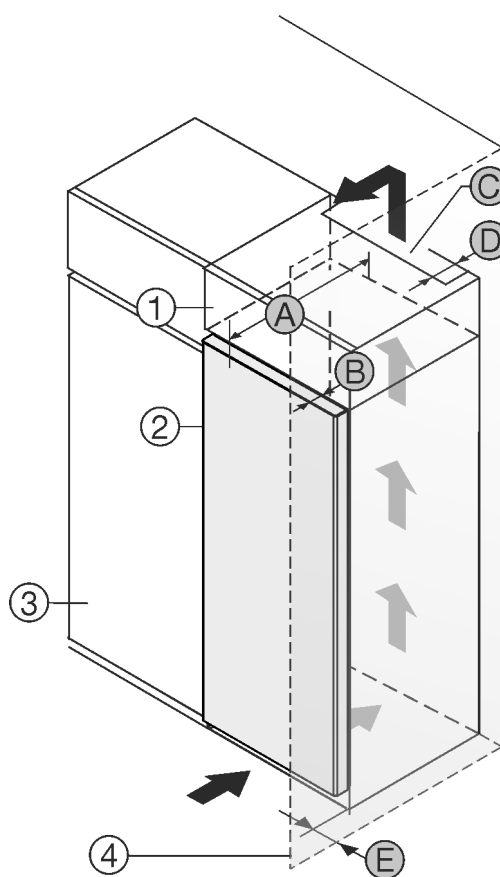

Fig. 1
- (1) Armadietto sovrapponibile\*
- (2) Apparecchiatura\*
- (3) Mobile da cucina\*
- (4) Parete\*
- (A) Profondità apparecchiatura\*
- (B) Profondità porta\*
- (C) Sezione di ventilazione\*
- (D) Distanza lato posteriore apparecchiatura\*
- (E) Distanza lato apparecchiatura\*
È possibile posizionare l'apparecchiatura accanto a un mobile da cucina Fig. 1 (3)\*
Sul lato posteriore dell'armadietto sovrapponibile deve essere presente un vano di scarico dell'aria con la profondità Fig. 1 (D) che attraversa l'intera larghezza dell'armadietto sovrapponibile.\*
Sotto al soffitto deve essere presente la sezione di ventilazione Fig. 1 (C)\*
Se si installa l'apparecchiatura con le cerniere accanto a una parete Fig. 1 (4), la distanza tra l'apparecchiatura e la parete deve essere di almeno 13 mm.\*
Se si installa l'apparecchiatura con le cerniere accanto a una parete Fig. 1 (4), la distanza tra l'apparecchiatura e la parete deve essere di almeno 20 mm.\*
Per poter aprire completamente la porta, installare l'apparecchiatura in modo che sporga dal frontale del mobile da cucina almeno della misura della profondità della porta Fig. 1 (B). L'apparecchiatura può sporgere ulteriormente a seconda della profondità dei mobili da cucina Fig. 1 (3) e dell'utilizzo di distanziatori a parete.\*